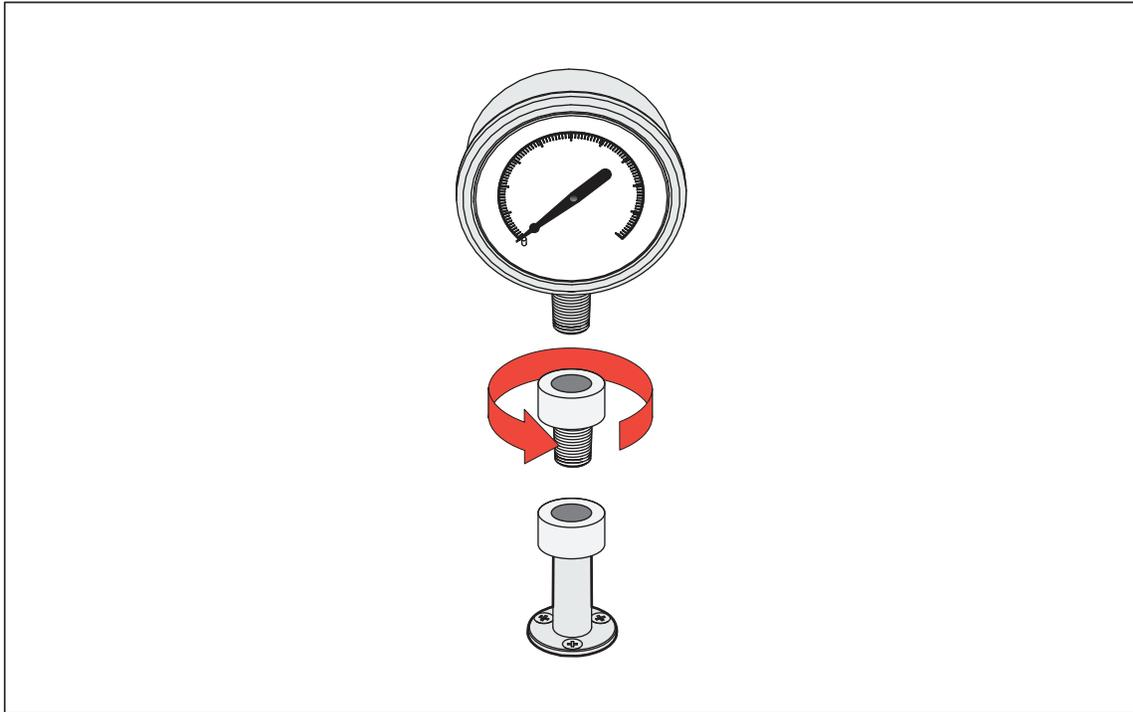

图 10. 拧固仪表适配器
1. 将合适的仪表转接头完全拧到被测装置上, 参见图 10。